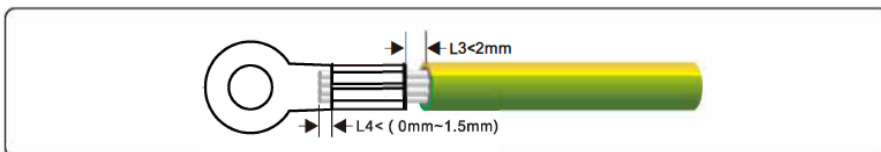

Figura 5.2 Engarce de un cable (unidad: mm)
**Paso 2** Inserte los cables con los hilos a la vista en las zonas de prensado del terminal OT y engárcelos con unos alicates hidráulicos, tal como se muestra en la figura 5.2.